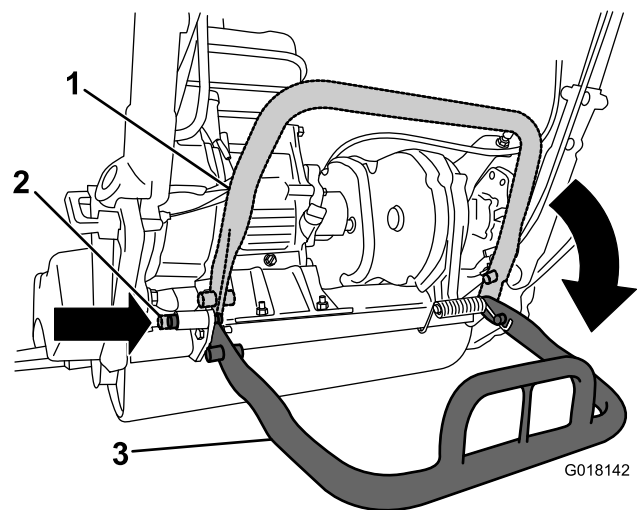

図 21
- ・ リールを外している間にユニットが倒れないように、キックスタンドを下げて、ロッキングピンを差し込んでキックスタンドを整備位置にロックします（図 21）。